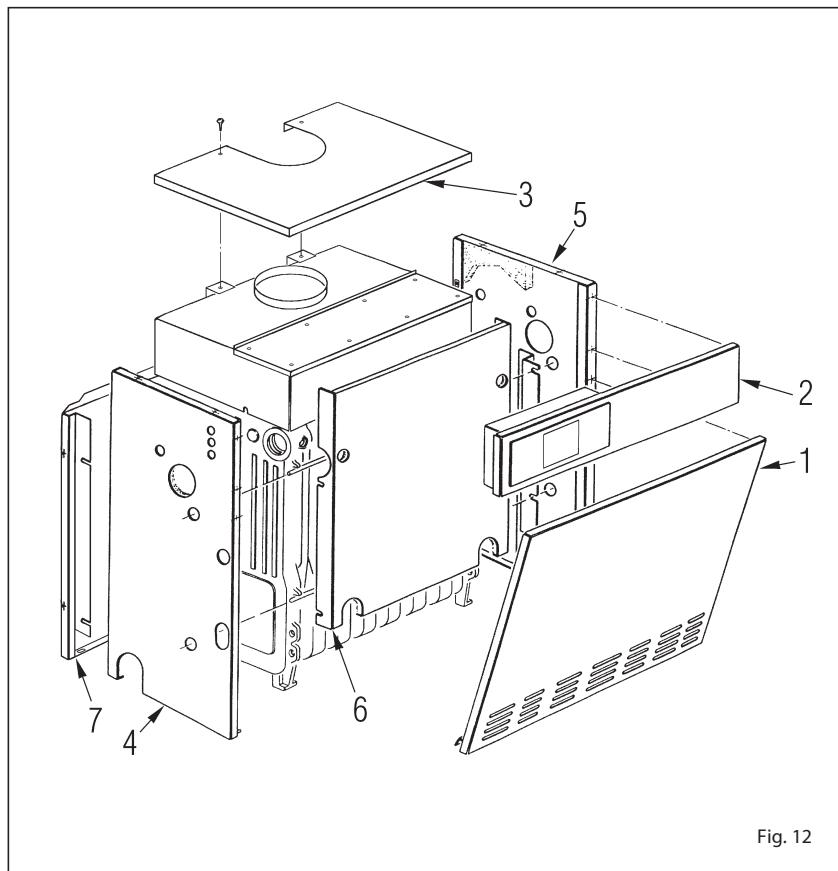

Fig. 12
4.5 DEMONTARE PANOU (fig. 12)
Pentru a demonta panourile efectuați următoarele operațiuni (fig. 12):